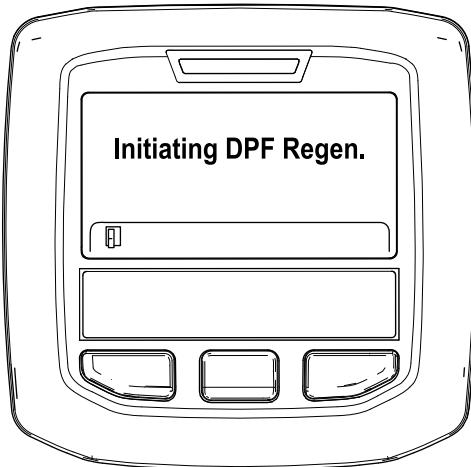

Рисунок 53
- «Initiating DPF Regen» («Начало регенерации DPF») (Рисунок 53).